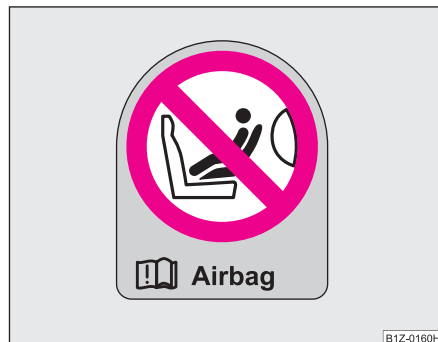

Fig. 121 Adhesivo en el montante central de la carrocería, lado del acompañante
- Este hecho lo indica también el adhesivo que se encuentra en el montante central del lado del acompañante ⇒ fig. 121. El adhesivo es visible al abrir la puerta del acompañante. Otro adhesivo de advertencia se encuentra en el parabrisas, delante del acompañante.